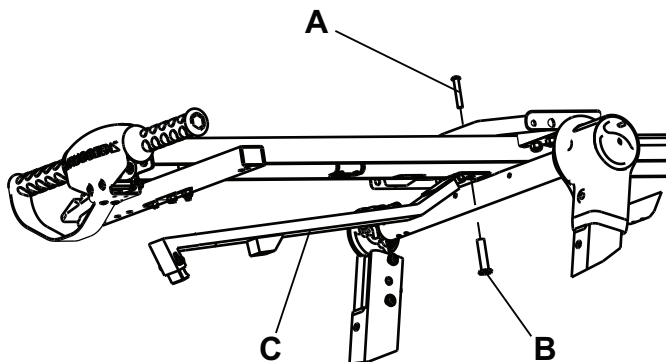

Рисунок 6 – Рычаг с крюком
- a. С помощью ключа-звездочки T27H и гаечного ключа М16 снимите винт с округлой головкой (А) и фланцевую гайку (В) (Рисунок 6). Сохраните гайку и винт.
- c. Установите рычаг с крюком в сборе из комплекта поставки (С) (610000010016), используя винт и гайку, снятые на шаге 5а (Рисунок 6).